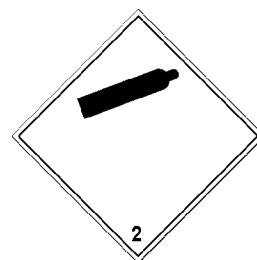

Fig. 2
- Para el transporte en vías públicas, las botellas de aire comprimido llenadas a una presión superior a 2 bar están sujetas a las regulaciones de transporte de mercancías peligrosas de GGVSE y ADR. Las botellas de aire comprimido o, en su defecto, el embalaje de transporte deben estar etiquetados con la etiqueta de peligro n.º 2.2 conforme al subapartado 5.2.2.2 ADR (véase la fig. 2).